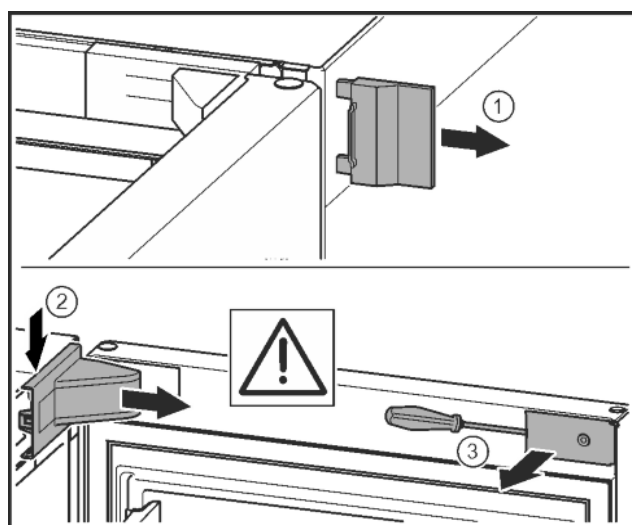

Fig. 9
- ▶ Снять внешнюю крышку. *Fig. 9 (1)*
- ▶ При помощи отвёртки освободить крышку опорного кронштейна и отсоединить. Снять крышку опорного кронштейна. *Fig. 9 (2)*
- ▶ Шлицевой отвёрткой вывести накладку из зацепления и отвести в сторону. *Fig. 9 (3)*